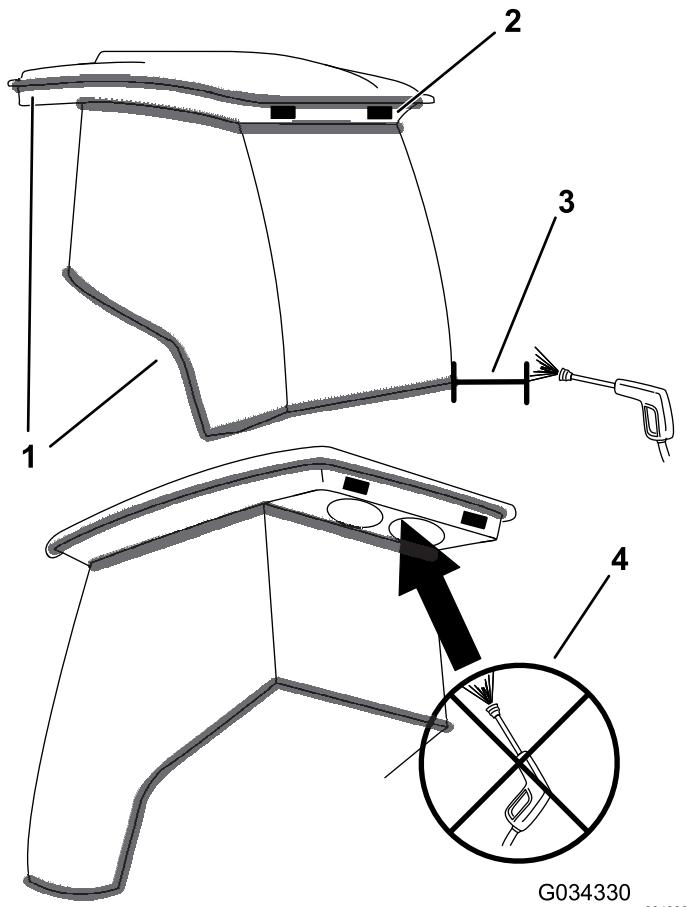

図 132
**重要**キャブのシール部分とライト部分に注意してください **図 132**。圧力洗浄機を使用する場合は、洗浄機のノズルをキャブから少なくとも 60cm 離して洗浄してください。キャブのシール部分、ライト、後部のオーバーハングに高圧洗浄機の水を直接吹き付けないでください。